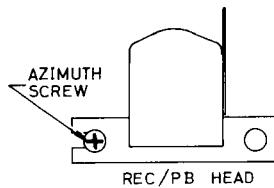

Fig. 1
- Adjust azimuth screw (Fig. 1) to increase the output levels of both channels at playback to maximum and reduce the difference in output between left and right channels to minimum.
- Mettre en place et passer la bande d'essai (LCT-3004-C ou équivalente). Régler la vis d'azimut (Fig. 1) pour augmenter le niveau de sortie des deux canaux à la reproduction au maximum et pour réduire au minimum la différence entre les niveaux de sortie des canaux droite et gauche.